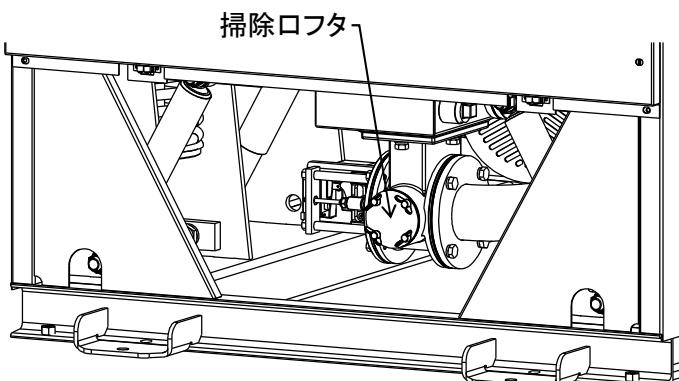

図8-13
- ・前面下部カバーを外します。(図8-13)
- ・前面に⑯掃除口フタが見えます。
- ・⑯蝶ナットを緩め、⑯掃除口フタと⑯掃除口フタパッキンを外します。
- ・排水弁内のゴミを取り除き、⑥排水弁補助弁表面に付着物がある場合は拭取ります。
- ・⑥排水弁補助弁にひび割れや損傷がないか確認します。
- 問題が発見されたなら、⑥排水弁補助弁を新しい物と交換すること。